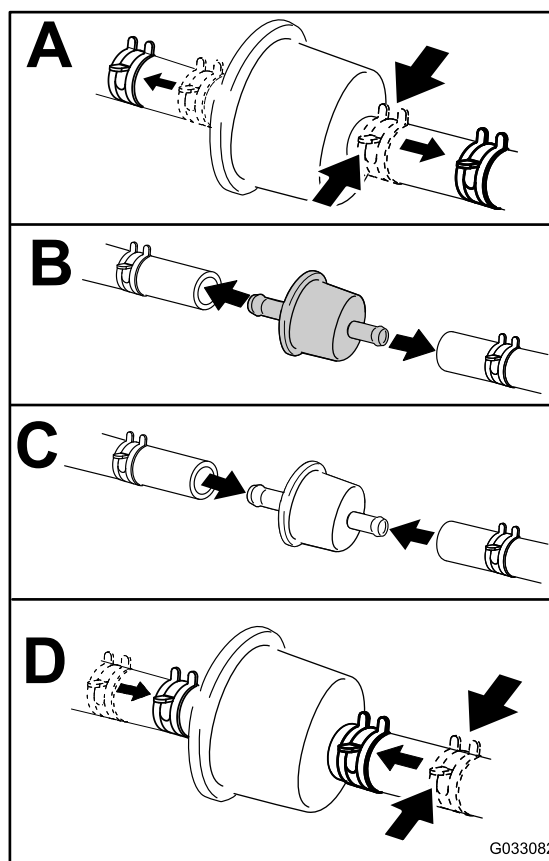

Figura 47
4. Substitua o filtro de combustível conforme se mostra na Figura 47.